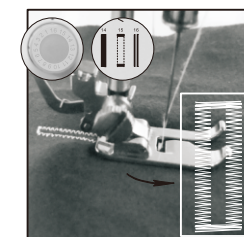

Fig.19
- (6) Välj stygn #16, sväng knappen och sy ända tills knapphålet är sytt (fig.19).